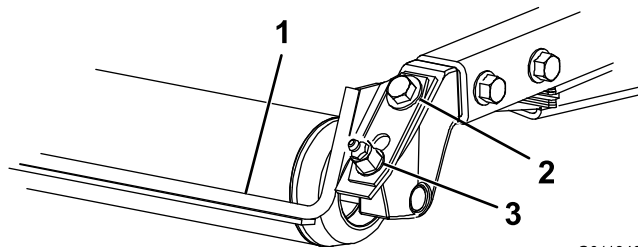

Figure 18
1. Desserrez le graisseur et la vis de fixation (Figure 18).